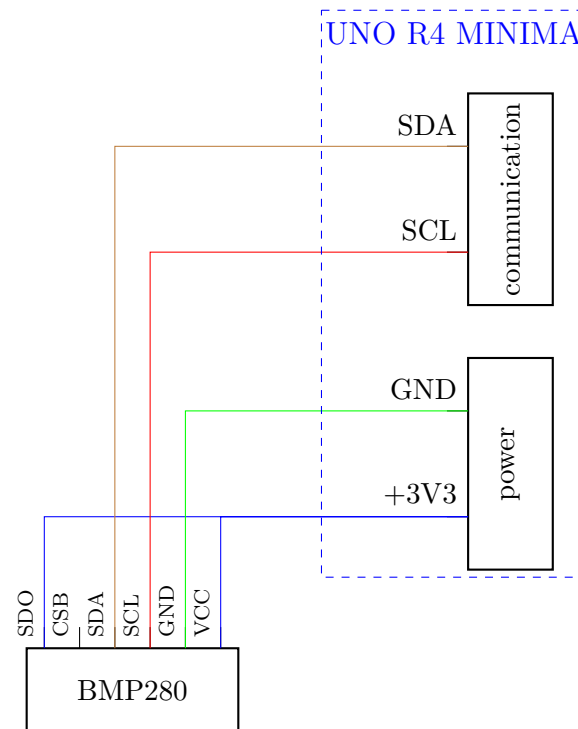

Figura 2.1: Conexión de sensor de presión absoluta BMP280
- a. Conecte el sensor BMP280 tal como se muestra en la Figura 2.1